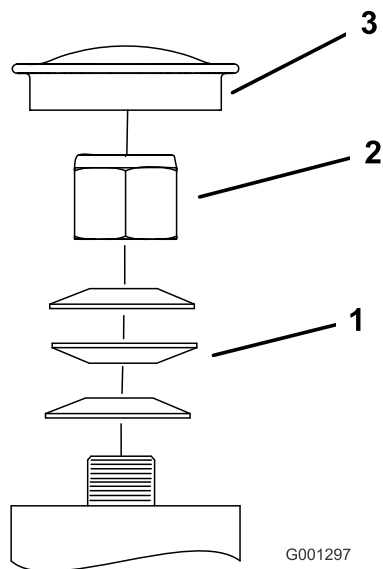

Figure 66
3. Retirez le couvre-moyeu de la roue pivotante et serrez le contre-écrou (Figure 66).
4. Continuez de serrer le contre-écrou jusqu'à ce que les rondelles élastiques soient aplaties, puis desserrez-le d'un quart de tour pour obtenir la précharge correcte des roulements (Figure 66).
- Important:** Veillez à placer les rondelles élastiques comme montré à la Figure 66.
5. Reposez le couvre-moyeu (Figure 66).